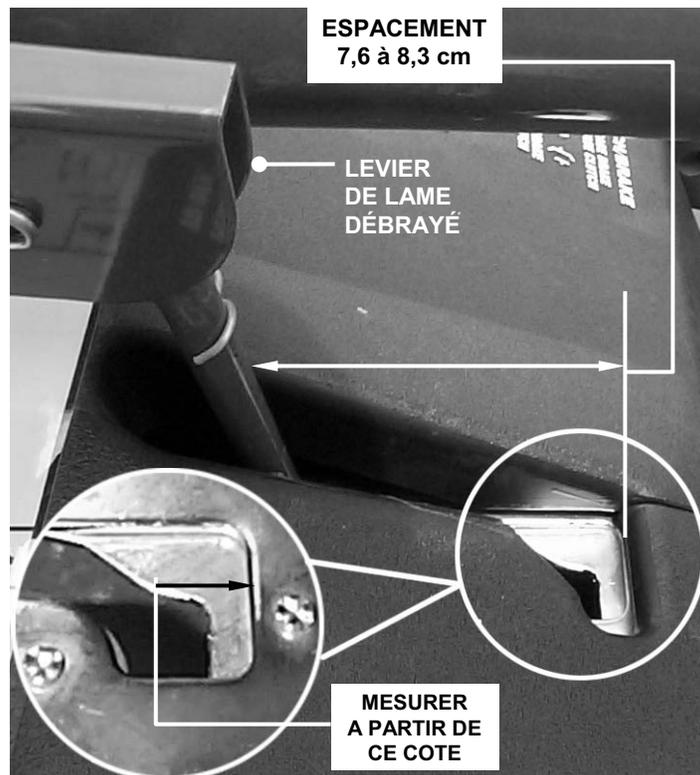

FIGURE 4.1
Le frein de lame automatique devrait arrêter la lame en trois secondes à tout moment après qu'elle soit débrayée, soit en mettant le levier d'embrayage de lame en position d'arrêt (OFF), soit en relâchant la pédale de lame. Quand le frein de lame est bien réglé, il devrait y avoir un espacement de 7,6 à 8,3 cm (3 à 3 1/4") entre le levier d'embrayage de lame et le bord de la plaque de verrouillage. Vérifiez-le en débrayant le levier de lame comme montré en Figure 4.1. Effectuez la mesure et le réglage suivants :
1. Avec le levier d'embrayage de lame en position débrayée, mesurez la distance entre l'avant du levier de lame et le bord de la plaque de verrouillage. Vous devez trouver là un espacement de 7,6 à 8,3 cm (voir la Figure 4.1). Si cette dimension est incorrecte, passez à l'étape qui suit.